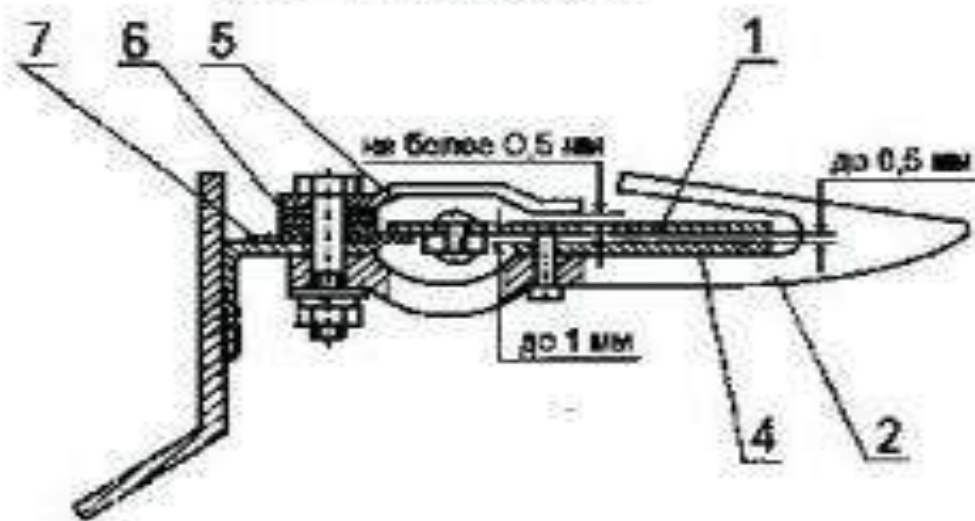

Рис.20 Регулировка режущего аппарата.
**10.2.** Сегменты поз.1 рис.20 выставляются относительно пальцев поз.2 так чтобы в крайнем левом положении ножа по ходу жатки ось сегмента находилась по центру противорежущей пластины. Регулировка выполняется при установке ножа и дополнительной регулировки не требуется.